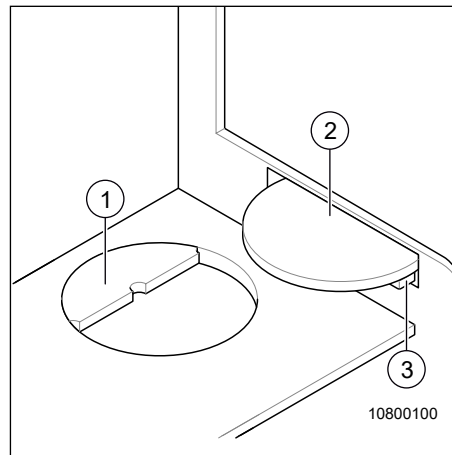

Fig. 71 Recouvrement de l'évier
- Ranger les recouvrements (Fig. 71, pos. 1 et pos. 2) dans un tiroir sous le réchaud à gaz.
Le recouvrement (Fig. 71, pos. 2) peut faire office de dépose supplémentaire.
- Pousser le recouvrement (Fig. 71, pos. 2) avec l'arête droite, en l'inclinant légèrement par le haut dans le support (Fig. 71, pos. 3) et l'enfoncer complètement.